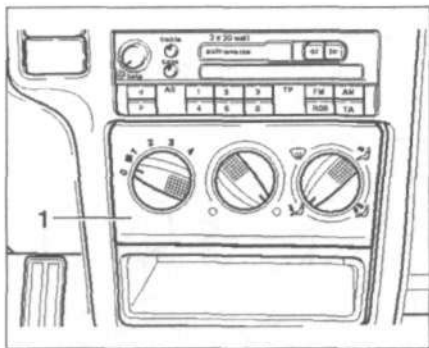

Рис. 13.45. Отцепите панель 1.
15. Отцепите панель 1 (рис. 13.45).